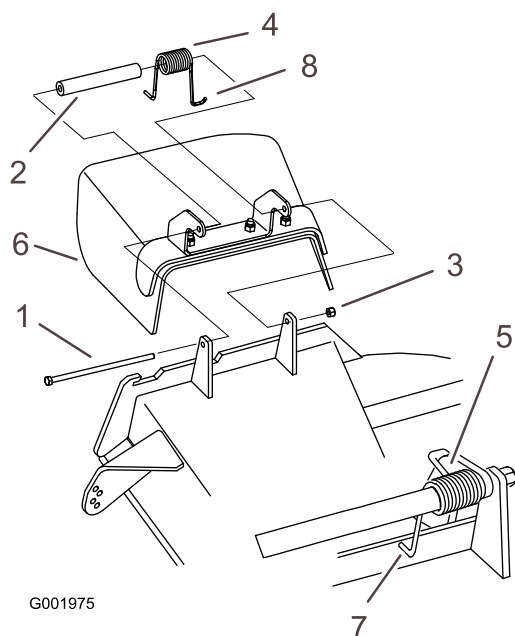

Figure 60
Remarque: Prenez soin de placer une extrémité en J du ressort derrière le bord du plateau avant de mettre le boulon en place, comme indiqué à la Figure 60.
3. Remettez le boulon et l'écrou en place. Accrochez une extrémité en J du ressort au déflecteur d'herbe (Figure 60).
1. Retirez le contre-écrou, le boulon, le ressort et l'entretoise qui fixent le déflecteur aux supports de pivot (Figure 60). Déposez le déflecteur d'herbe s'il est endommagé ou usé.